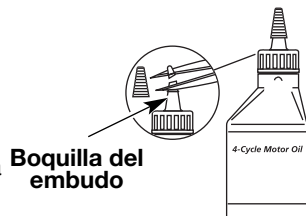

Fig. 10
Su unidad trae una botella de aceite SAE 30 SF, SG, SH de 90 ml (3,04 onzas fluidas) (Fig. 10).
1. Desenrosque la tapa de la botella de aceite y retire el sello de papel que cubre la apertura. Vuelva a colocar la tapa. Corte la punta de la boquilla del embudo (Fig. 10).